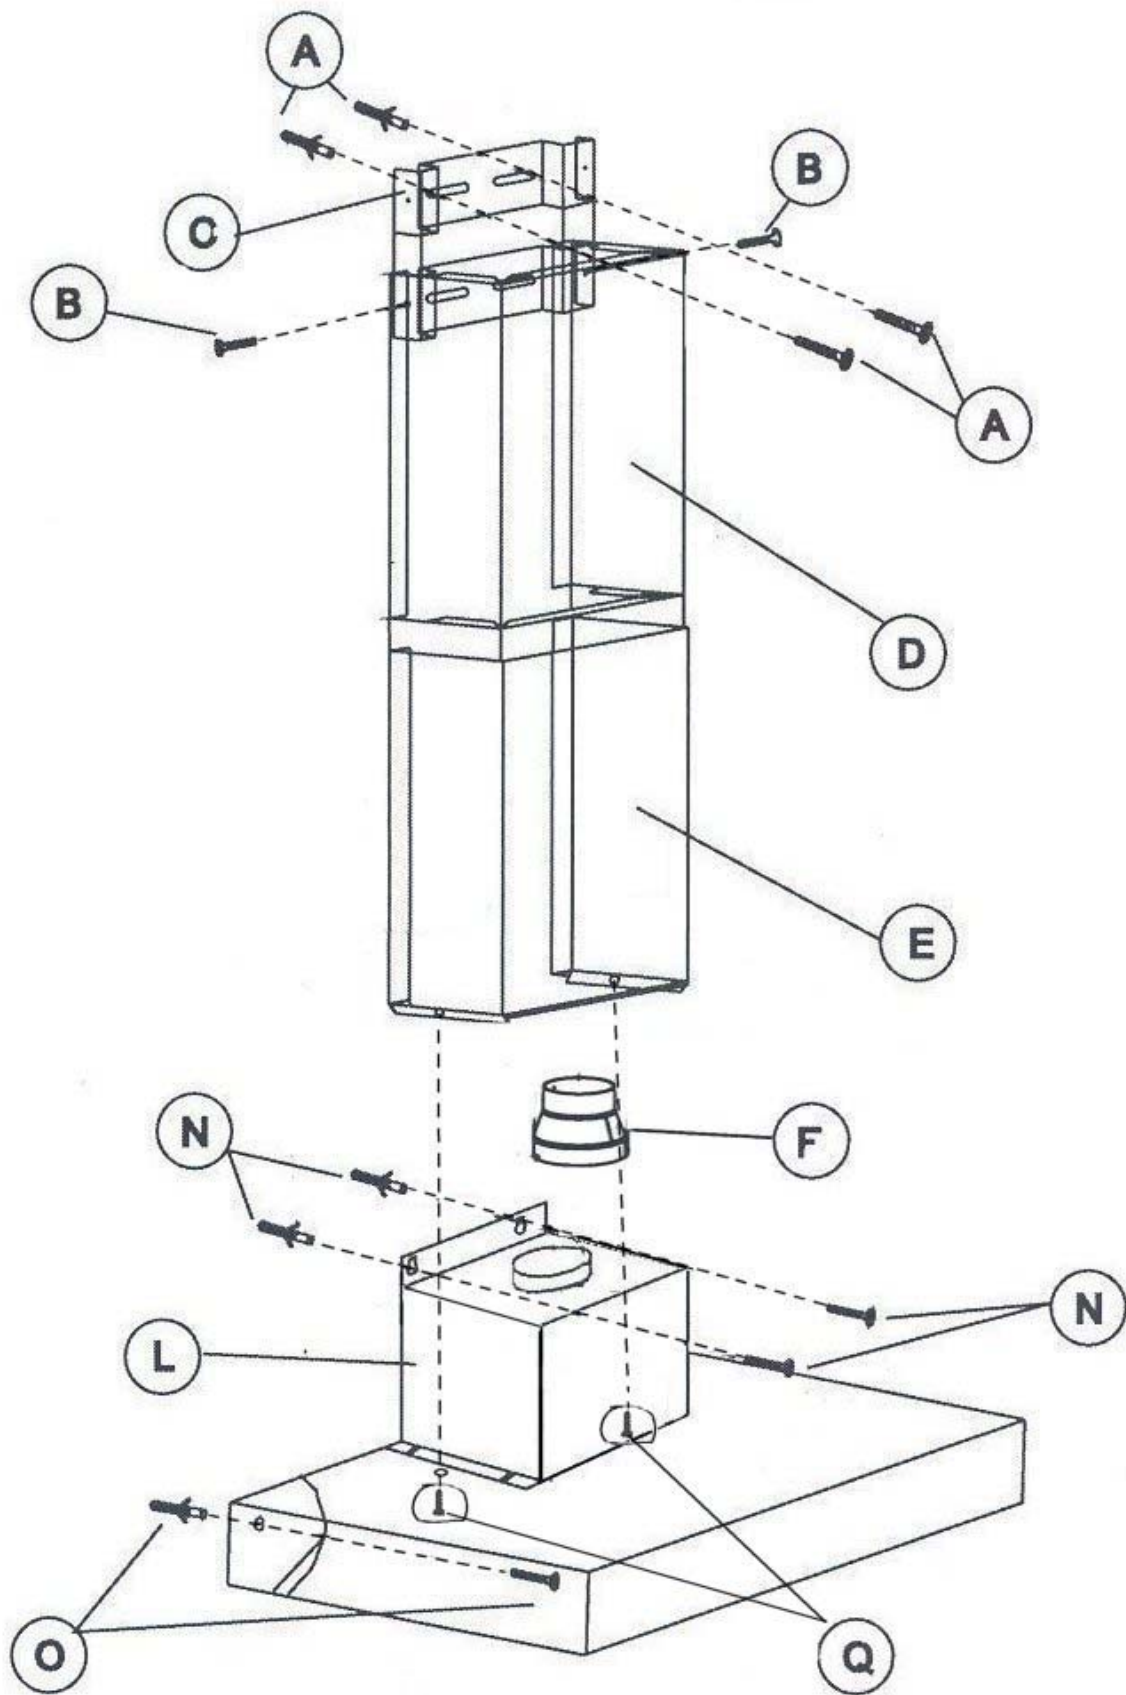

Fig.3
N.B. Tali distanze sono comunque soggette alle normative in materia di sicurezza in vigore nei vari paesi. Prima di forare il muro assicurarsi che non venga danneggiata nessuna tubazione. In caso di assenza di una tubazione di scarico all'esterno per la versione aspirante, dovrà essere praticata una uscita aria sul muro di diametro Ø 160mm, in caso si usasse la riduzione flangia (Fig.3/F) si deve praticare un foro di diametro 130mm. Assicurarsi che la parete supporti il peso della cappa (peso di circa 30Kg). La confezione viti è adatta per il fissaggio su cemento armato, mattoni e pignatta.
- 3) Preparare i fori sul muro per il fissaggio dell'insieme motore -cappa (fig 3/N), alla giusta distanza dal piano di cottura come in allegato, dopodiché appendere la cappa al muro.
- 4) Per una corretta installazione la cappa è provvista (nella parte posteriore della scocca) di uno o due fori Ø8 mm, dove vanno inserite una o due viti di bloccaggio a muro con tasselli (fig.3/O)
- 1) Fissare la staffa al muro (fig. 3/C) in base all'altezza desiderata dei tubi, tramite le due viti con tassello (fig.3/A)
- 2) Fissare il tubo corto (fig 3/D) alla staffa tramite le due viti (fig.3/B).
- 3) Applicare dal davanti il tubo lungo (fig.3/E) allargando leggermente le due facce laterali
- 4) Fissare il tubo lungo alla cappa tramite le due viti (fig 3/Q) dopo aver inserito i dadi in gabbia.